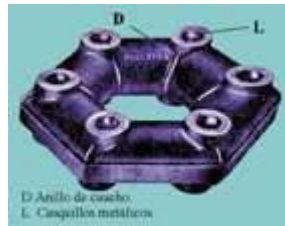

Fig. 49
También puede estar constituidas (fig. 49) por un anillo (D) de caucho (flector) resistente con orificio que llevan unos casquillos metálicos (L) y permiten oscilaciones angulares de unos 8°.